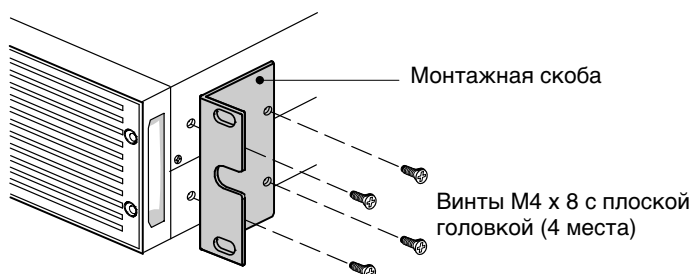

**Рисунок 5. Крепление направляющих**
2. Выберите надлежащие отверстия в направляющих полозьях для размещения ИБП в стойке (см. Рисунок 5). Направляющие занимают четыре места в передней и задней части стойки.